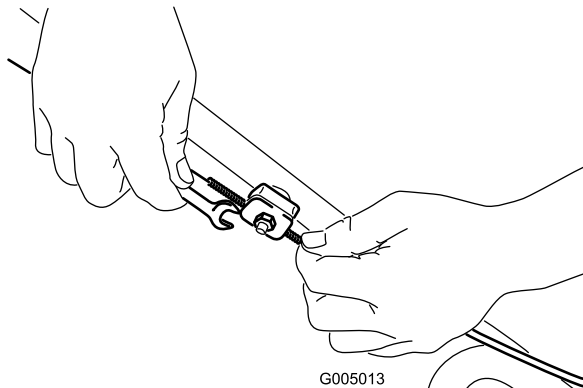

Figure 37
1. Desserrez l'écrou du support de guidage du câble (Figure 37).